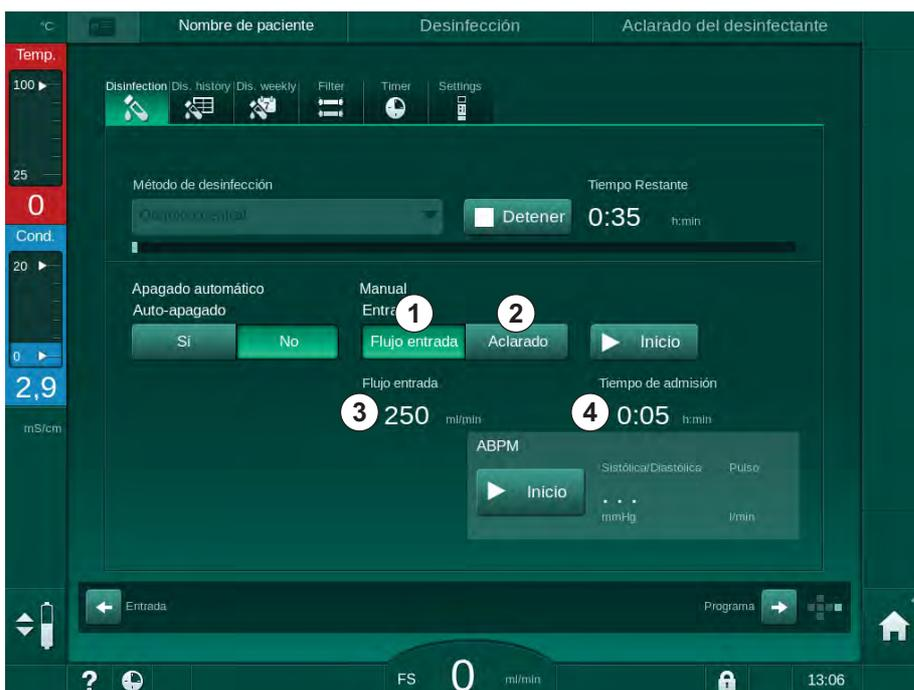

Fig. 7-10 Desinfección química central manual
En la primera parte de este método, se toma desinfectante del suministro de agua central y se bombea por el equipo (Fig. 7-10, ①). El flujo de entrada ③ y el tiempo de entrada ④ están preajustados en el modo *Configuración del usuario*. El suministro de entrada se detiene una vez transcurrido el tiempo preajustado.